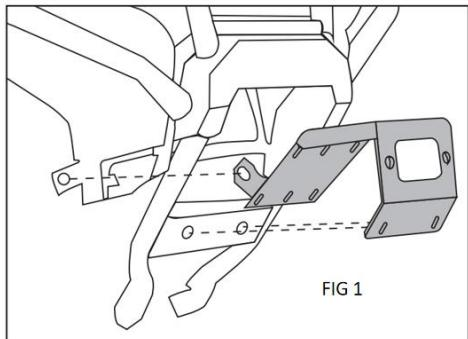

FIG 1
3. Umieść wspornik montażowy wyciągarki na przednim zderzaku, upewniając się, że dwa otwory montażowe pod wycięciem prowadnicy na wsporniku pokrywają się z odpowiednimi otworami w dolnej przedniej części zderzaka. Następnie wyrównaj dwa tylne skrzydełkowe zaczepy montażowe na wsporniku z otworami montażowymi środkowej ramy zderzaka. (Patrz rys. 1 i 2.)